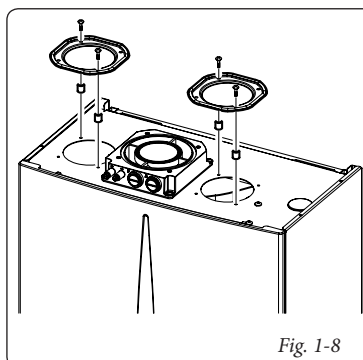
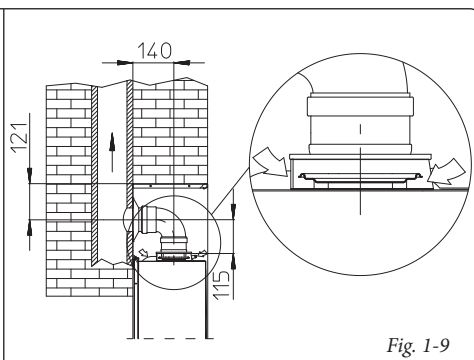

Fig. 1-8
Fig. 1-9
Utilizzando gli appositi distanzieri è possibile effettuare l'aspirazione dell'aria diretta (Fig. 1-9) e lo scarico dei fumi in camino singolo o direttamente all'esterno. La caldaia in questa configurazione è classificata come tipo B23.
**Installazione distanzieri.** La caldaia ha in dotazione di serie 4 distanzieri (Fig. 1-8) i quali vanno inseriti tra la caldaia e i due tappi della camera stagna in modo da poter far arrivare aria comburente alla caldaia direttamente dal luogo di installazione (Fig. 1-9).